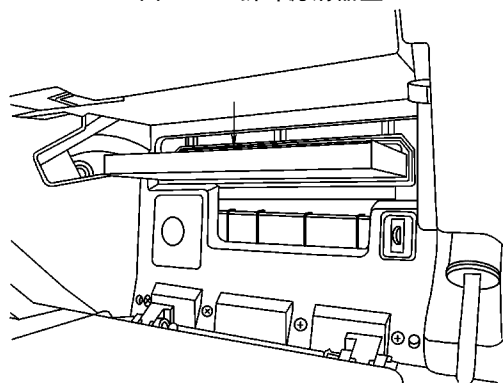

图 8-15 拉出空调滤清器
- 3) 如图 8-15 所示,拉出空气滤清器,然后更换,确认空气滤清器的方向后进行安装。